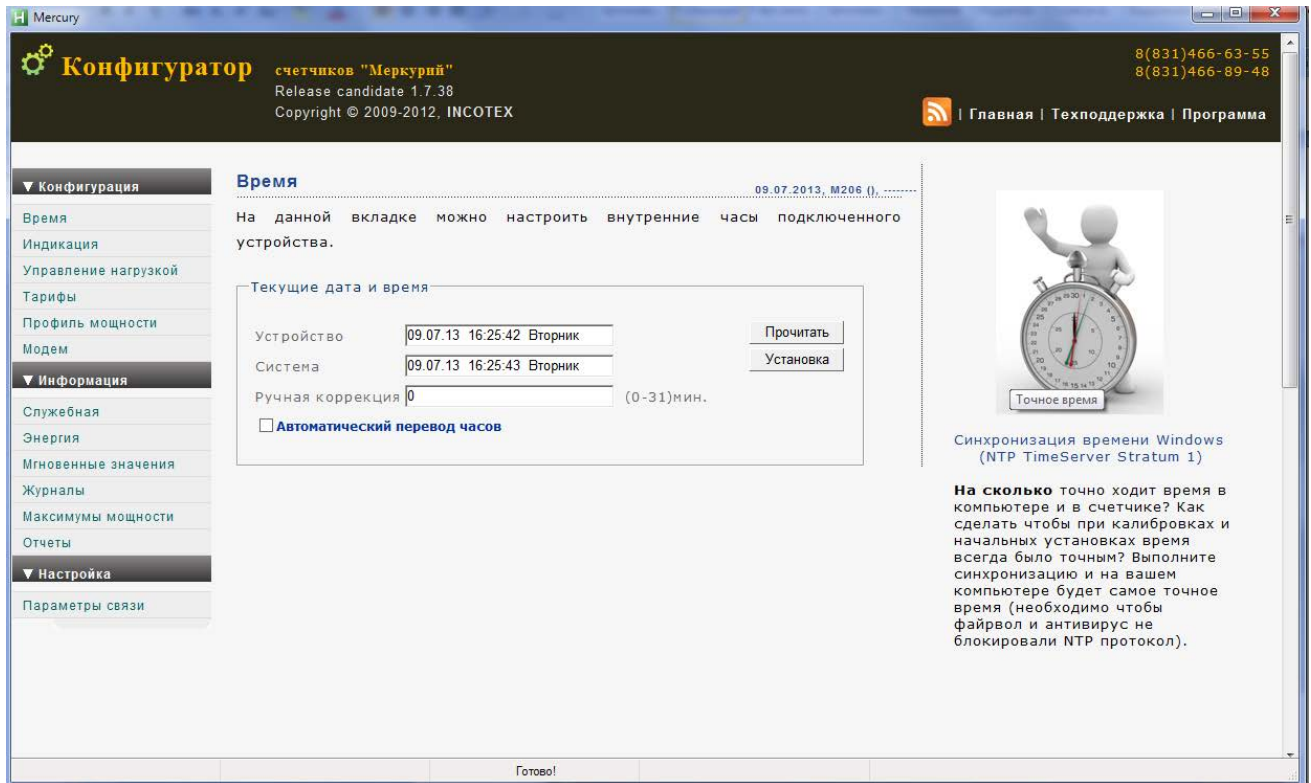
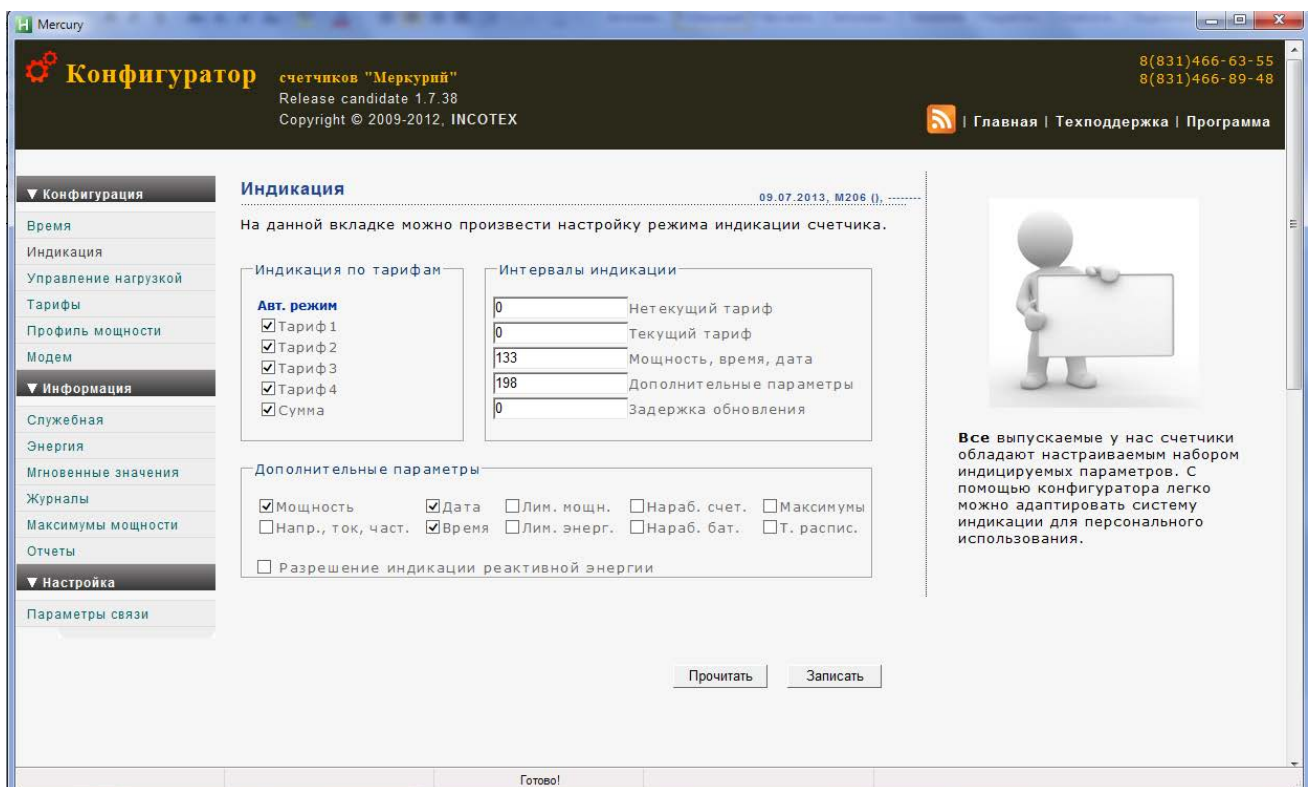
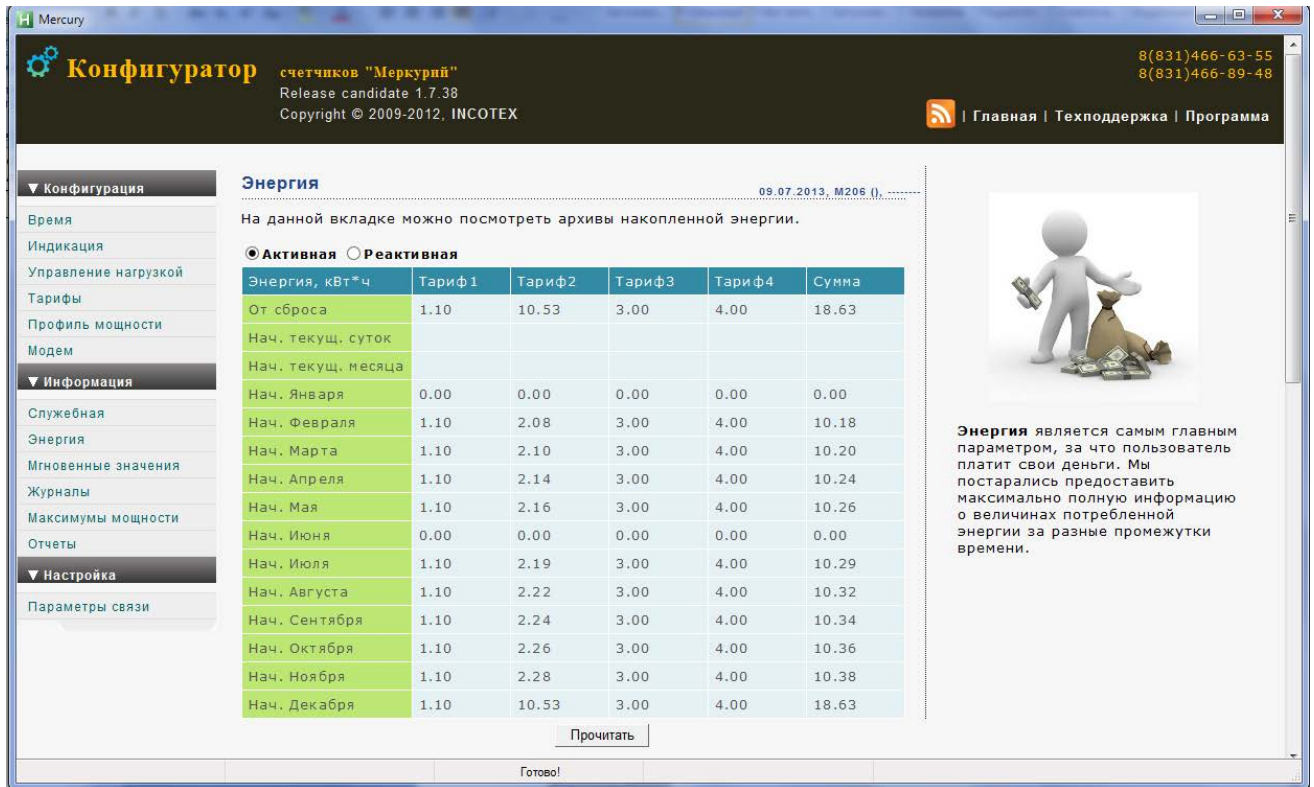

Рисунок 22
Рисунок 23
Рисунок 24
5.2.3 Далее используя вкладки «Время» (рисунок 22), «Индикация» (рисунок 23), «Энергия» (рисунок 24), «Тарифы» и т.д. и кнопки «Прочитать», «Записать» можно программировать и считывать другую информацию.